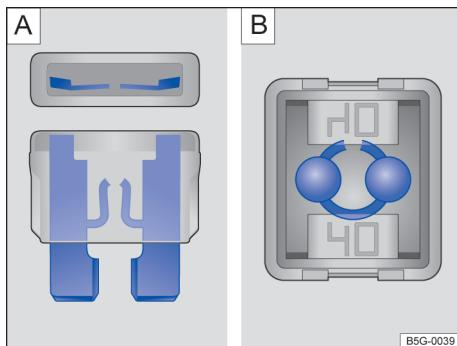

图 128 已熔断的保险丝: **A** 扁平片式保险丝、**B** 方块式保险丝
- 扁平片式保险丝 (ATO[®], MINI[®], MAXI[®] / MAXI+[®])** 可通过包裹金属片的透明壳体顶部和侧面观察其内的金属片熔化状态鉴别其是否熔断 → 图 128 **A**。
- 方块式保险丝 (JCASE[®])** 可通过透明壳体顶部观察其是否熔断 → 图 128 **B**。